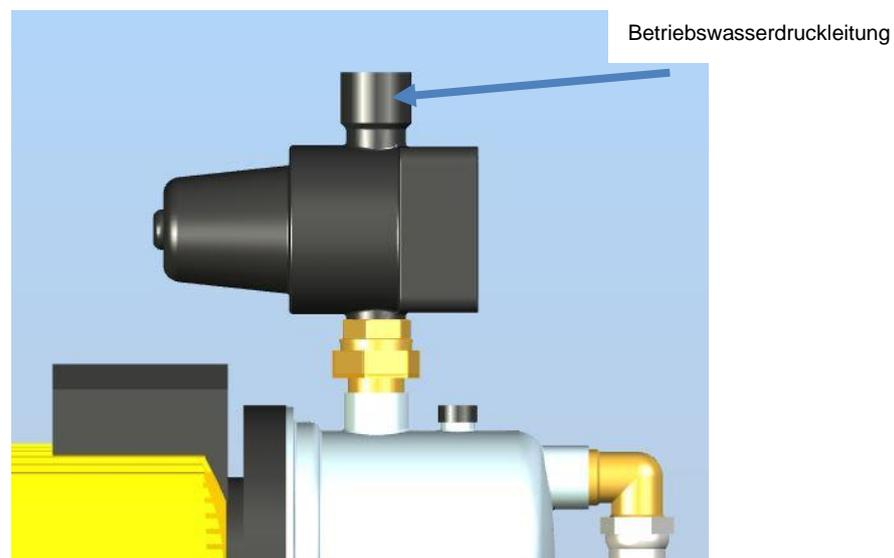

Abbildung 9: Anschluss der Betriebswasserdruckleitung
- 1) Druckleitung dicht und fest mit dem Druckausgang des Schaltautomaten verbinden und nach oben heraus führen, siehe Abbildung 9.